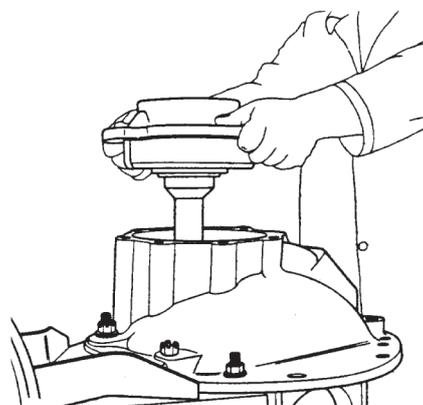

Figura 100
- M. Instale no suporte, um comparador centesimal. Coloque o suporte e o apalpador do comparador sobre a superfície do padrão do calço e ajuste o quadrante do instrumento para leitura "0" (zero). (Figura 100).